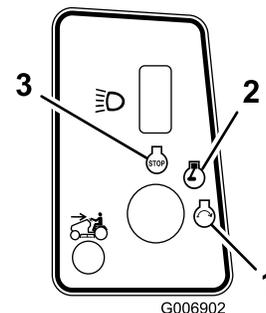

**Figura 10**
4. Spostate la leva dell'acceleratore su Starter (Figura 10).
- Quando il motore è acceso, spostate lentamente la leva dell'acceleratore in posizione Fast (Figura 10). Se il motore si arresta o esita, tirate indietro la leva dell'acceleratore su Starter per alcuni secondi, quindi portatela alla massima (Fast). All'occorrenza, ripetete l'operazione.
- Spostate la leva dell'acceleratore in posizione Fast (Figura 10).